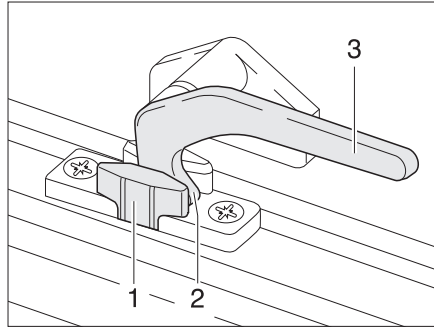

Fig. 59 Palanca de bloqueo en la posición de "ventilación continua"
- En la posición "ventilación continua" (Fig. 59)
- Girar la palanca de bloqueo (Fig. 59,3) un cuarto de vuelta hacia la mitad de la ventana.
- Girar la palanca de bloqueo un cuarto de vuelta hacia el marco de la ventana. El saliente de bloqueo (Fig. 59,2) se ha de introducir para ello en el rebaje del bloqueo de la ventana (Fig. 59,1).